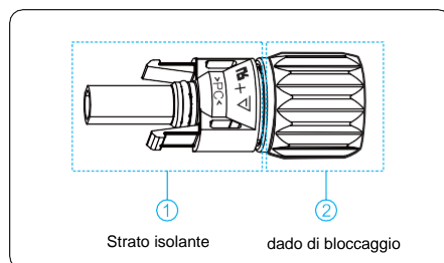
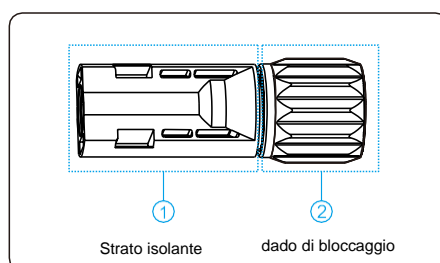

Figura 5.6 Composizioni del connettore positivo
Figura 5.7 Composizione del connettore negativo
- Connettori delle stringhe FV: vengono utilizzati connettori di ingresso DC positivi e negativi, come mostrato nella Figura 5.6 e nella Figura 5.7.